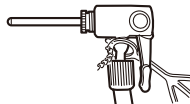

図16
- 3 目的別にアダプターを選択したら、口金にしっかりと差し込み、図16の通り口金レバーを倒しアダプターが固定されていることを確認してください。